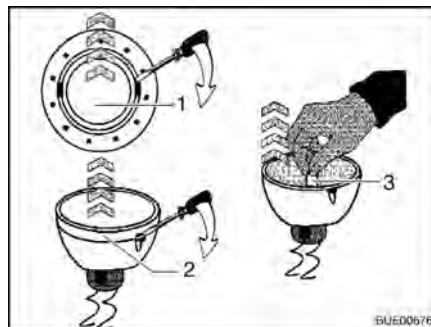

Fig. 203 Cambiar la bombilla halógena
- Soltar el anillo de cubierta interior (Fig. 203,1) de la carcasa con un destornillador.
- Soltar el anillo de cubierta con la lámina de vidrio (Fig. 203,2) de la parte inferior de la lámpara halógena empotrada utilizando un destornillador.
- Extraer la bombilla halógena (Fig. 203,3).